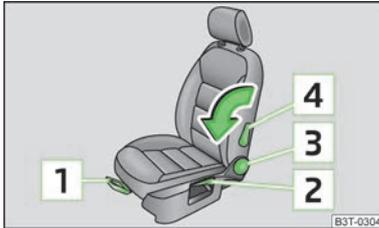

Abb. 53
- › Den Hebel **1** » Abb. 53 nach oben ziehen und dabei den Sitz in die gewünschte Position schieben.
- › Möchte man den Sitz anheben, den Hebel **2** » Abb. 53 nach oben ziehen bzw. pumpen.
- › Die Sitzlehne entlasten (sich nicht anlehnen) und das Handrad **3** » Abb. 53 drehen, um die gewünschte Lehnenneigung einzustellen.
- › Den Hebel **4** » Abb. 53 drehen, bis die optimale Wölbung im Lendenwirbelbereich eingestellt ist.